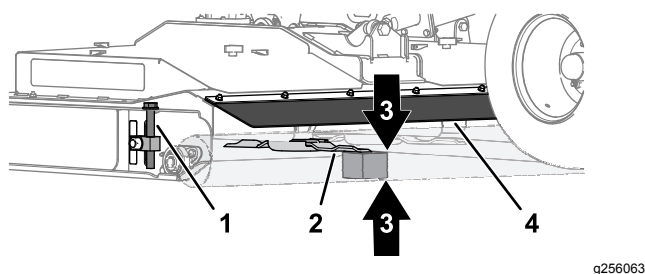

Figura 80
1. Lavorando sulla parte posteriore del piatto di taglio, sollevate l'aletta posteriore e allineate il blocco di legno di 51 mm tra l'estremità posteriore della lama centrale del tosaerba e il terreno (**Figura 80**).